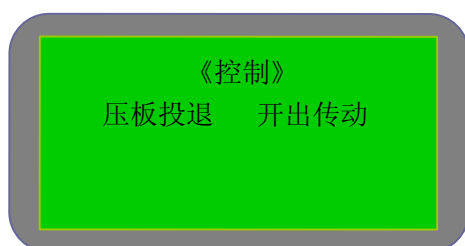
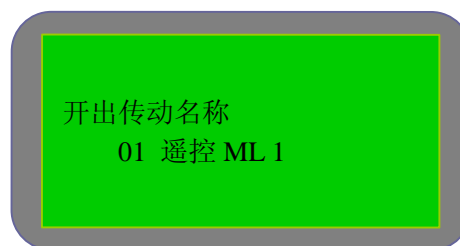

图 5-5
图 5-5-1
- 控制：在主菜单选择“控制”，进入图 5-5 控制菜单界面。有两个选项：压板投退（软压板投退）、开出传动（测试出口）。本装置无软压板。选择开出传动如图 5-5-1，按“上移”键或“下移”键选择所测试的出口，选定后出现界面 5-5-2，操作须输